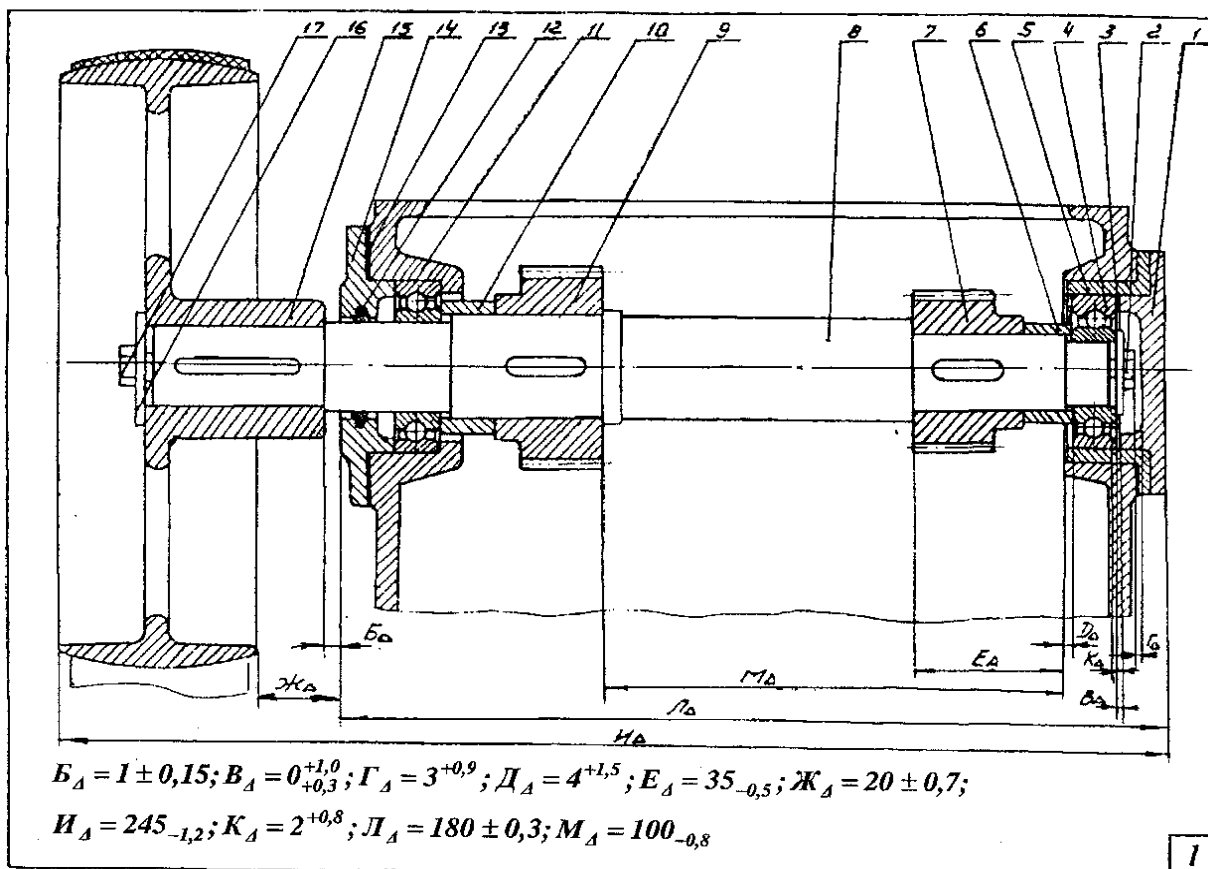

Рис. 1 – Сборочный чертеж №1
- A1. Определить, чему равен наибольший размер отверстия в посадке на рис.1, а)
- A2. Определить, какая из посадок на рис.1 является посадкой с натягом в системе вала
- A3. Определить, чему равен наименьший зазор в посадке на рис.1, г)
- A4. Определить, чему равен допуск вала на рис.1, а).